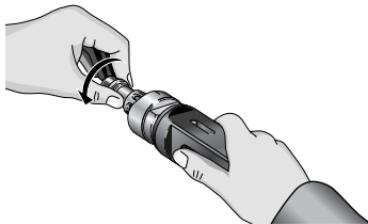

Figura 9 – Introducción del perno de tracción
4. Introduzca el perno de tracción a través del acoplamiento y dentro del expensor. Con la mano, apriete bien el perno de tracción (Figura 9). Asegure que el acoplamiento esté asentado sobre la